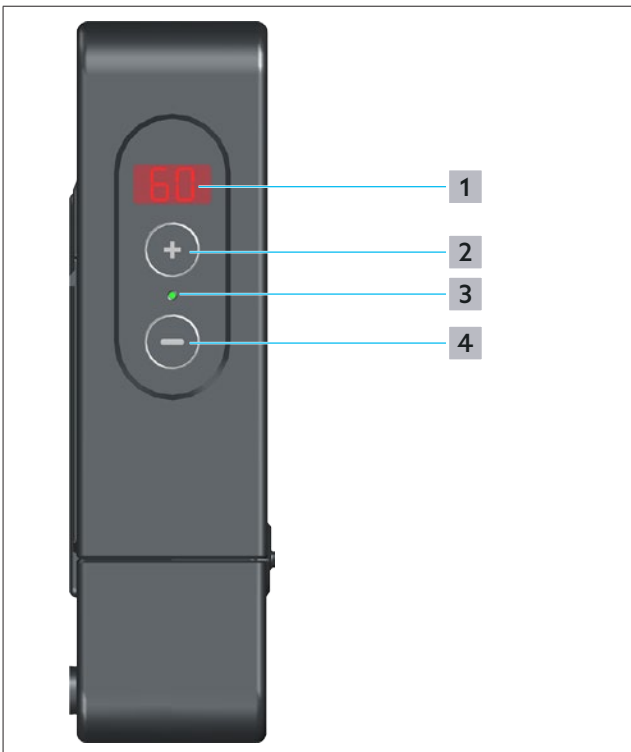

Abb. 31: Anzeigen und Bedienelemente
- Um die Werte der Temperatursensoren (S1, S2, S3) einsehen zu können, halten Sie die „+“ und „-“ - Taste für 3 Sekunden gedrückt. Die einzelnen Werte erscheinen nacheinander im Display (Position **1** in Abb. 31 auf Seite 30).
In der Warmwasser-Solltemperatur- und Statusanzeige (Position **1** in Abb. 31 auf Seite 30) werden die eingestellte Solltemperatur und Fehlercodes angezeigt.